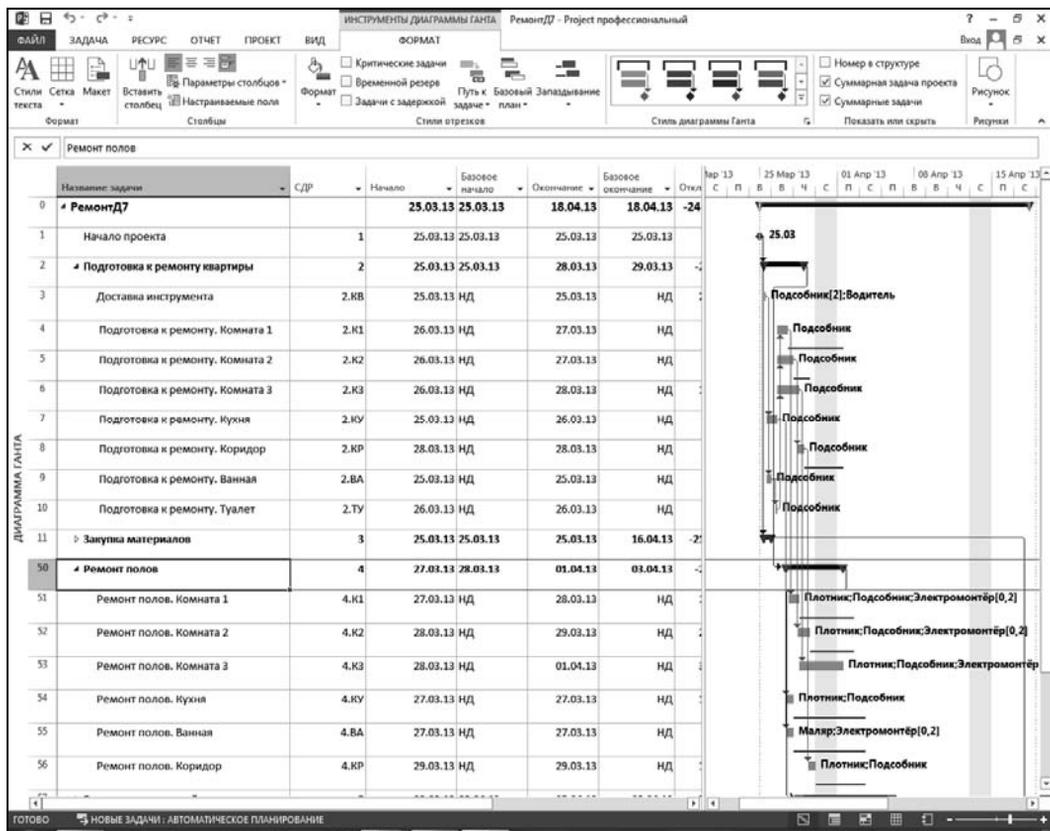

Рис. 7.4. Диаграмма Ганта с полосками резервов времени
10. Нажать кнопку **ОК** для сохранения результатов форматирования. Экранная форма календарной диаграммы примет вид, показанный на рис. 7.4. На этой экранной форме отрезки резервов времени задач четко видны (они как бы подчеркивают названия ресурсов у тех задач, для которых существуют резервы времени).